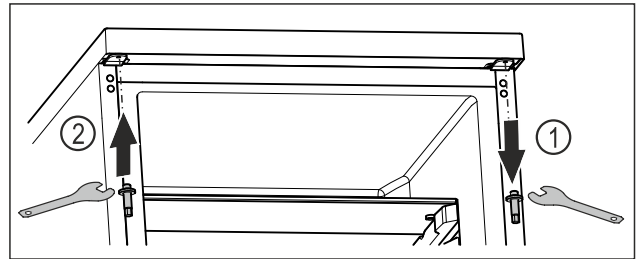

Fig. 23
- ▶ Odvrnite gornji svornjak s pomoću vanjskog šesterostranog ključa. Fig. 23 (1)
- ▶ Pritegnite svornjak na suprotnoj strani s pomoću vanjskog šesterostranog ključa. Fig. 23 (2)